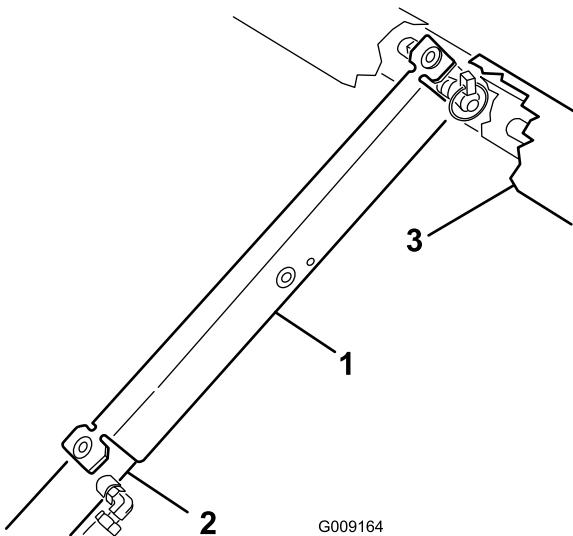

図 12
- サポートをシリンダロッドにはめ込み、サポートの端部でシリンダバーレルの端とシリンダロッドの端を確実に支える図12。